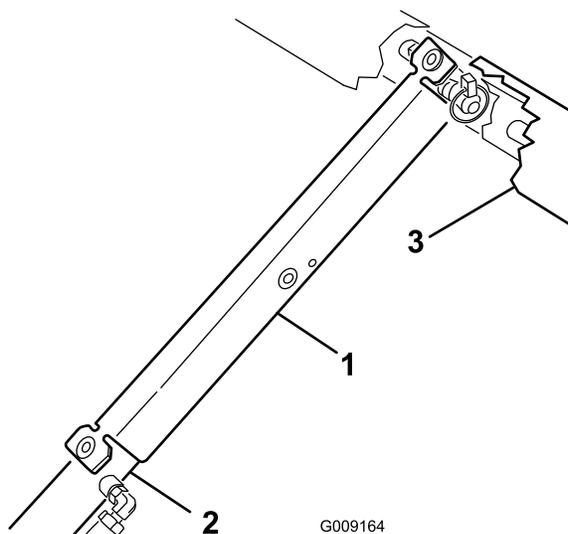

Рисунок 13
3. Насадите предохранительную опору на шток гидроцилиндра, убедитесь в том, что концы опоры упираются в торец корпуса гидроцилиндра и в торец штока гидроцилиндра (Рисунок 13).